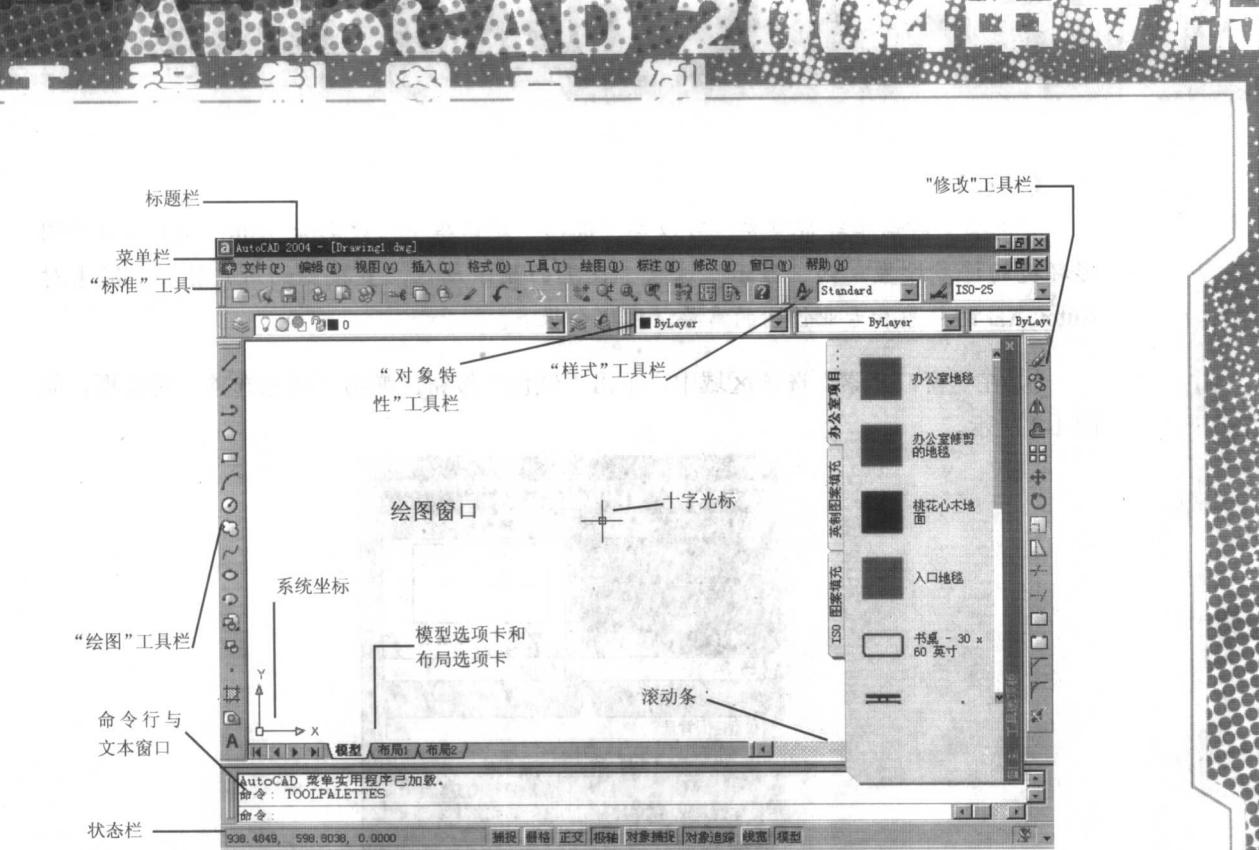

图 1-1 AutoCAD 2004 窗口
打开 AutoCAD 2004，发现系统用户界面较之前版本改进最大的有两点：一是采用 Windows XP 外观；二是出现了浮动窗口“工具选项板”，窗口中选项卡形式的区域提供了组织块和图案填充的有效方法，为专业的工程绘图带来了极大的便利，并且可以根据需要做灵活的改进。注意效果图和图 1-1 的差别，本实例将绘图窗口的背景颜色改为白色、对工具选项板窗口做调整。
(1) 将绘图窗口的背景颜色改为白色。
- ① 启动 AutoCAD 2004 绘图软件(如图 1-1 所示)：双击桌面上的图标(也可以单击“开始”→“程序”→Autodesk→AutoCAD 2004 命令从程序组中启动)。
当第 1 次启动 AutoCAD 时，系统自动打开如图 1-1 所示窗口，窗口标题栏、选项卡垂直布置更加紧凑；窗口中间是可以插入到图形中的块和图案填充工具，右边有滚动条